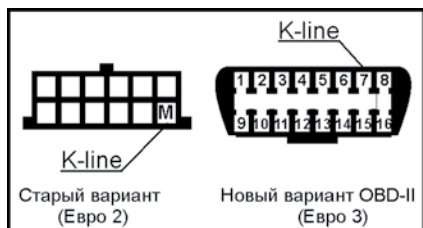
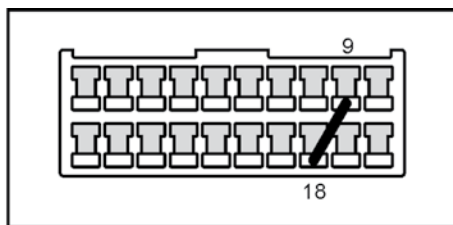

Рисунок 29. Цоколёвка диагностической колодки
Рисунок 30. Установка перемычки на разъёме иммобилизатора
ПО-4 подключается к диагностической колодке автомобиля, расположенной под рулевой колонкой (LADA 2110, CHEVI-NIVA), под журнальной полкой (LADA 2107, 2108, 2121), под заглушкой перед рычагом КПП (LADA 2115, 1118), за облицовкой арки левого колеса (VIS 2345). Ранее устанавливалась диагностическая колодка старого варианта (Евро 2), теперь используется стандартная колодка OBD-II (Евро 3) (рисунок 29). При отсутствии в автомобиле иммобилизатора установите перемычку между контактами 9 и 18 в разъёме иммобилизатора (рисунок 30).
6.2.2 Круглый штекер кабеля диагностики вставьте в гнездо K-line программатора. Если на автомобиле установлена диагностическая колодка старого образца, вставьте в её гнездо M (K-line) плоский штекер кабеля диагностики. Если на автомобиле установлена диагностическая колодка стандарта OBD-II, на плоский штекер кабеля диагностики наденьте переходник K-line для OBD-II из комплекта программатора, а штекер этого переходника вставьте в гнездо 7 диагностической колодки (рисунок 29).